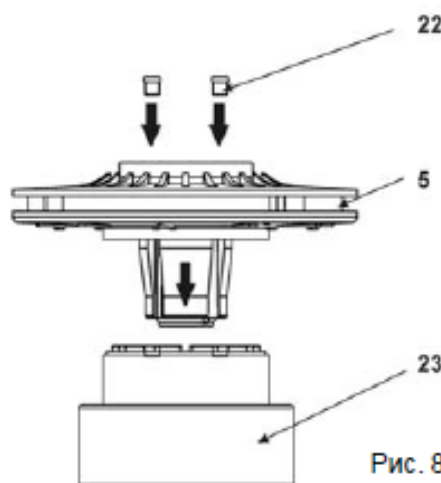

Рис. 8.3.2 E
- Перед установкой совместите 4 радиальных желобка на крыльчатке (Рис. 8.3.2 E, Поз. 5) с внутренней стороной полушестерни.